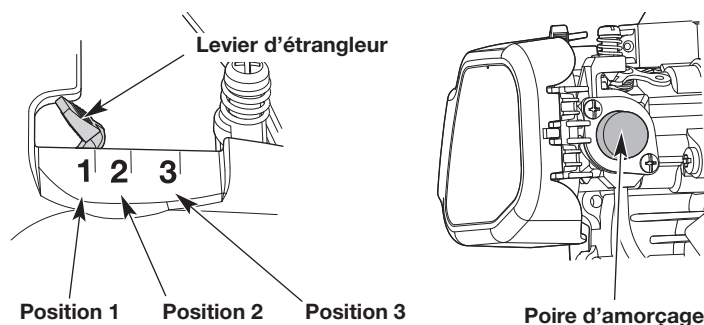

Fig. 5
3. Appuyez lentement et relâchez la poire d'amorçage à **10 reprises** (Fig. 5). Si aucune quantité de carburant n'apparaît dans la poire d'amorçage, appuyez et relâchez la poire jusqu'à l'apparition de carburant.
4. Déplacez le levier d'étrangleur en **Position 1** (Fig. 5).
7. Continuez d'appuyer sur la manette des gaz. Déplacez le levier d'étrangleur en **Position 2** (Fig. 5).
10. Continuez d'appuyer sur la manette des gaz. Déplacez le levier d'étrangleur à la **Position 3** (Fig. 5) et laissez le moteur chauffer pendant 60 secondes supplémentaires. L'appareil peut être utilisé pendant ce laps de temps.
**SI...** le moteur hésite, remplacez le levier d'étrangleur en **Position 2** (Fig. 5) et laissez-le chauffer.